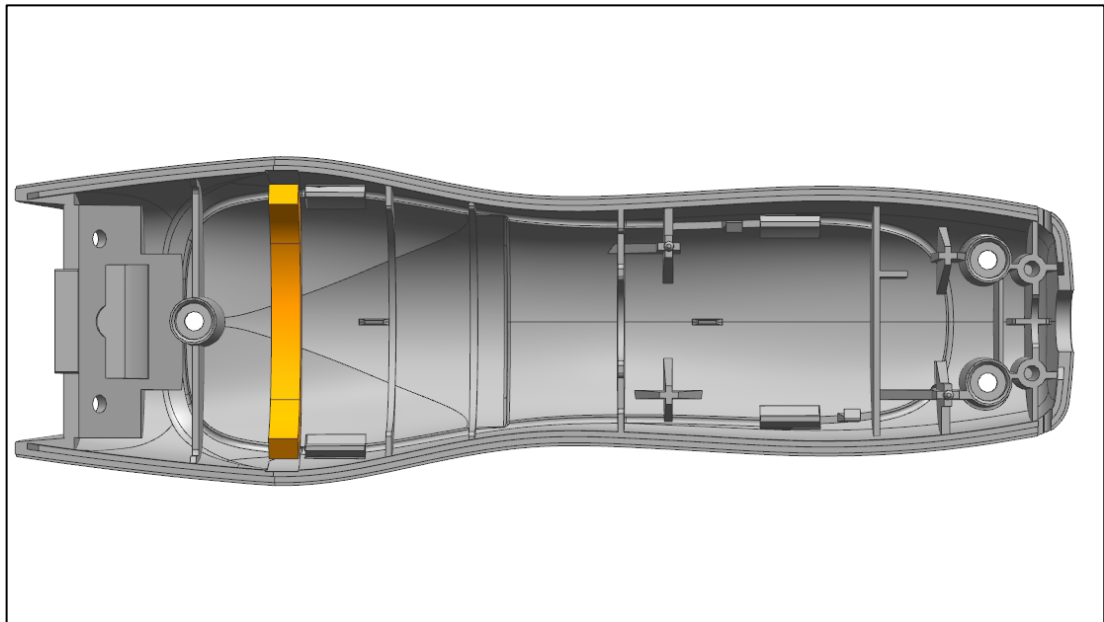
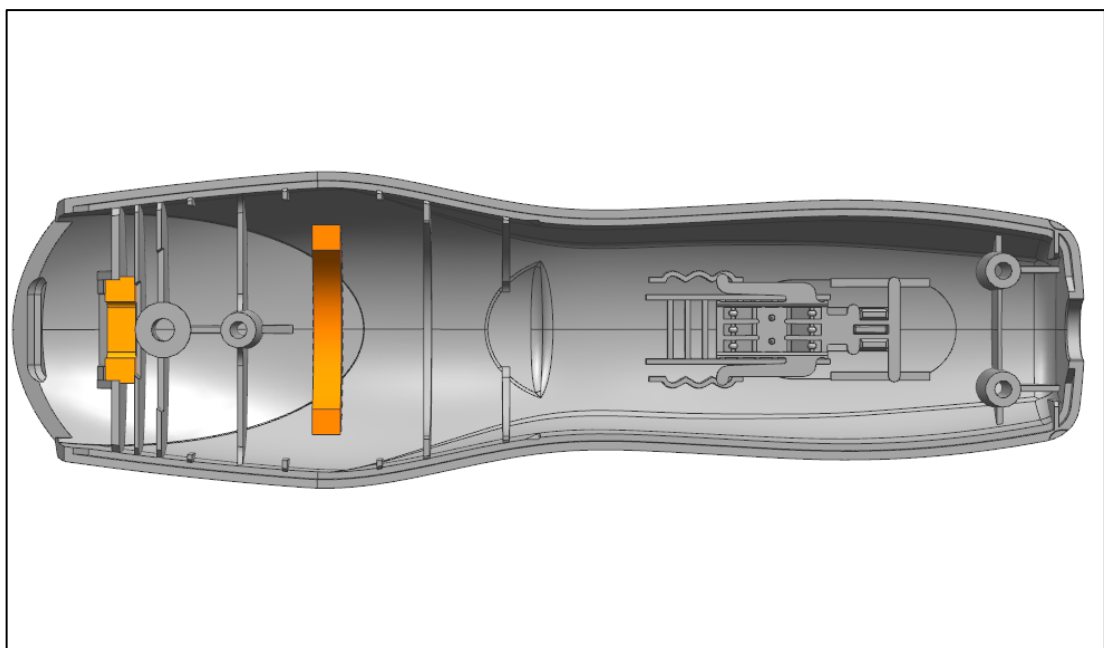

Abb. 22
Abb. 23
- a) Kleben Sie die Einlage in dafür vorgesehene Nut im Gehäuseunterteil (Abb. 22). Kleben Sie die zweite Einlage auf die dafür vorgesehenen Rippen ins Gehäuseoberteil (Abb. 23).
- b) Überprüfen Sie den Sitz der Einlage (Abb. 23 links), welche das Eindringen von Haaren verhindert. Drücken diese ggf. mit einem Schlitzschraubendreher in die vorgesehene Aussparung des Gehäuseoberteils.